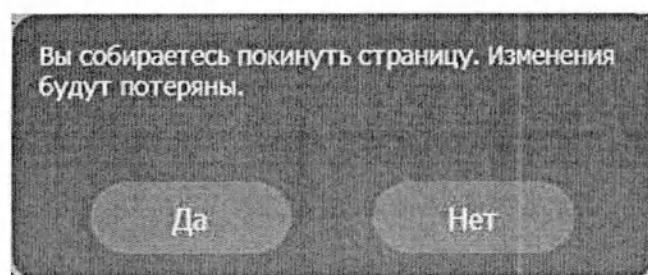

Рисунок 6.25 – Выход из режима настройки учетных записей без сохранения изменений
6.19.4 Если в настройках системы имеются несохраненные изменения, на экране будет отображено окно подтверждения (Рисунок 6.25).